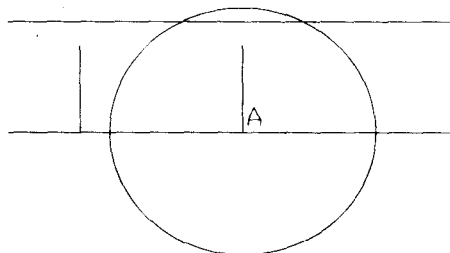

图 1-14 绘制轮廓线
(4) 绘制中心线：单击屏幕左边绘图工具栏中的“直线”按钮 ↗ 绘制直线，命令行提示指定起点位置，用鼠标左键单击绘图区任一位置作为直线的起点，命令行要求指定直线的第 2 个点，此时用相对坐标来确定第 2 点，输入 @60,0 后按 Enter 键，表示第 2 点相对于第 1 点 X 轴方向上增加 60，Y 轴方向上没有增量。所绘制出的直线作为手柄套的中心线。其余的线均以它作为基准画出。
(5) 绘制外轮廓线。
① 绘制直线：单击“直线”按钮 ↗ 执行“直线”命令，捕捉靠近中心线左端点的一点作为起点，当要求指定第 2 点时，输入 @0,12.5 并按 Enter 键，画出如图 1-14 所示的垂直线，再次按 Enter 键结束“直线”命令。
② 绘制右边的圆弧线：单击“偏移”按钮 ↖ ，先输入偏移距离 22，再选择要偏移的垂直线，在垂直线的右边单击以指定偏移方向，该线与中心线相交点 A 即为圆弧线的中心点。单击“圆”按钮 ⊙ 以 A 点为中心绘制半径为 22 的圆。再单击“偏移”按钮 ↖ ，将中心线向上偏移 16，所得图形如图 1-14 所示。